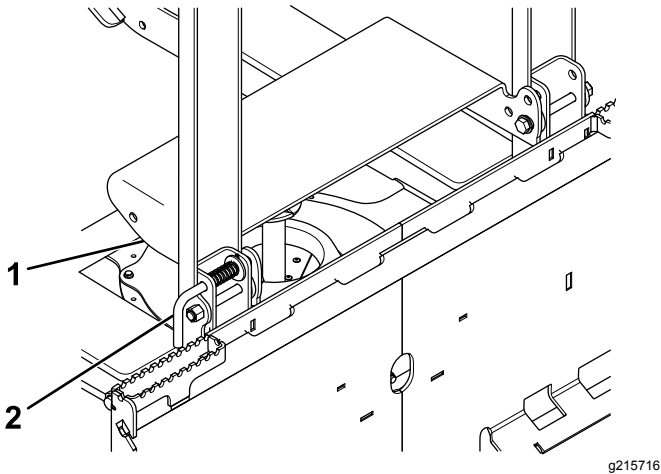

Figure 19
4. Tirez la poignée de la goupille à ressort et abaissez la butée de cube (Figure 19).